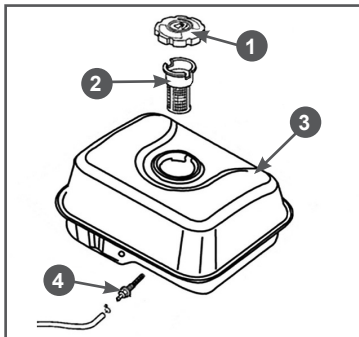

Рис. 16 Топливный бак и топливные фильтры
В топливном баке установлены два сетчатых топливных фильтра. Один фильтр устанавливается в заливной горловине топливного бака. Второй фильтр конструктивно объединен со штуцером топливного бака и установлен внутри бака (Рис. 16).
Каждые 300 часов работы или один раз в год в зависимости от того, что наступит раньше, необходимо производить очистку топливного бака от грязи и конденсата. Перед этим рекомендуется полностью выработать топливо. Одновременно с очисткой топливного бака необходимо проверять и очищать фильтр 4, установленный внутри бака (Рис. 16). Поврежденный или сильно загрязненный фильтр необходимо заменить.
3. Выкрутите из топливного бака выходной штуцер 4 и произведите его очистку (Рис. 16). Внимательно осмотрите сетчатый фильтр. При обнаружении механических повреждений замените штуцер топливного бака.